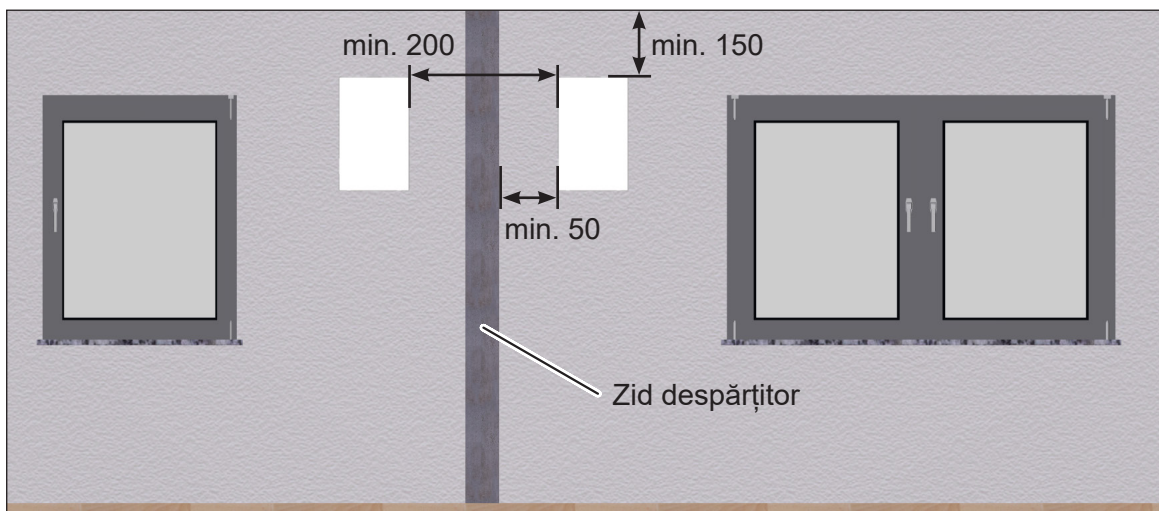

Fig. 7: Distanța minimă laterală între două casete în perete, dimensiuni în milimetri
- ▶ Mențineți următoarele distanțe minime (a se vedea Fig. 7 la pagina 13):